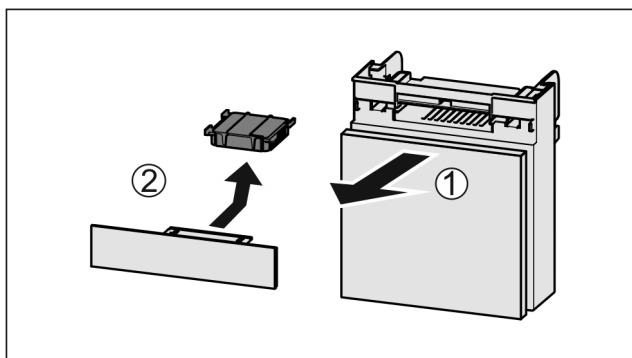

Fig. 136
- Træk rummet fremad Fig. 136 (1).
- Tag aktivkulfilteret Fig. 136 (2) ud.